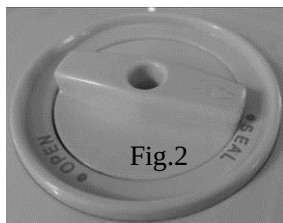

Fig.2
3. Plasser den ene enden av posen oppå forseglingsstrimmelen, men ikke sett den inn i vakuumkammeret – **Fig. 2.**
4. Bruk begge hender, og trykk dekslet ned på begge sider til du hører at det klikker på plass på begge sider – Fig. 2